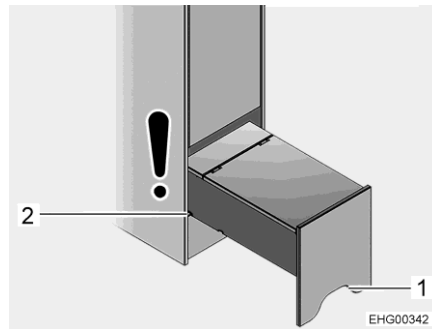

Fig. 79 Aide à la montée (entièrement sortie)
- Saisir l'aide à la montée par l'évidement (Fig. 79,1), soulever légèrement et ouvrir jusqu'à la seconde rainure (Fig. 79,2).